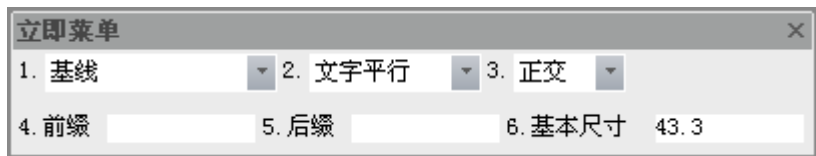

图 3-18 基线标注立即菜单 1
- 1) 如拾取一个已标注的【线性尺寸】，则该线性尺寸就作为【基线标注】中的第一基准尺寸，并按拾取点的位置确定尺寸基准界线，再按提示标注后续基准尺寸。对应的立即菜单如图 3-18 所示。